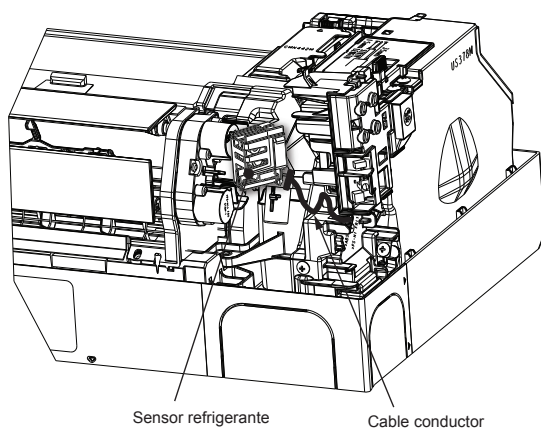

Fig. 3
- 4) Conecte el cable conductor del sensor de refrigerante. (Fig. 3)